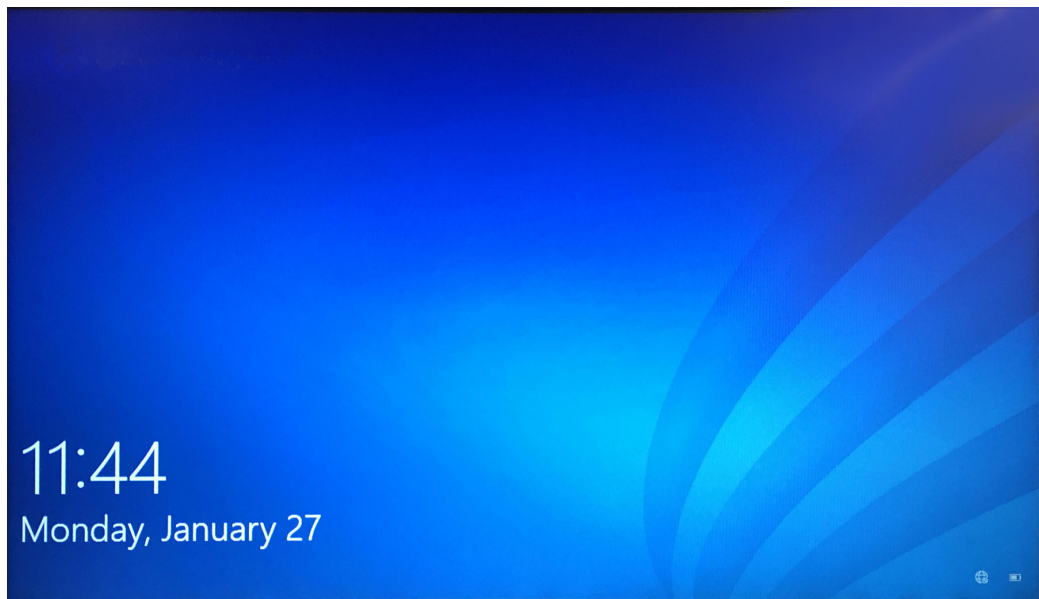

Figure 2-14. Écran de verrouillage Windows 10
- Dans Windows 10, l'écran de verrouillage Windows s'affiche. Voir la Figure 2-14. Cliquez n'importe où sur l'écran pour afficher l'écran du compte et du mot de passe Windows. Voir la Figure 2-16.